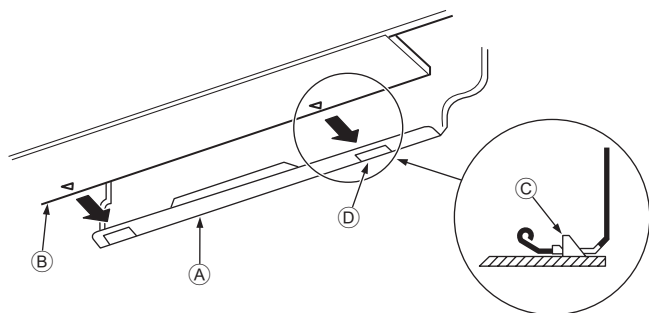

Рис. 3-10
3. Устанавливая трубки хладагента и дренажа в отверстие на стене (муфту), подвесьте верхнюю часть внутреннего блока к монтажной плите ①.
5. Закрепите блок, вдвинув его нижнюю часть в монтажную плиту ①. (Рис. 3-10)